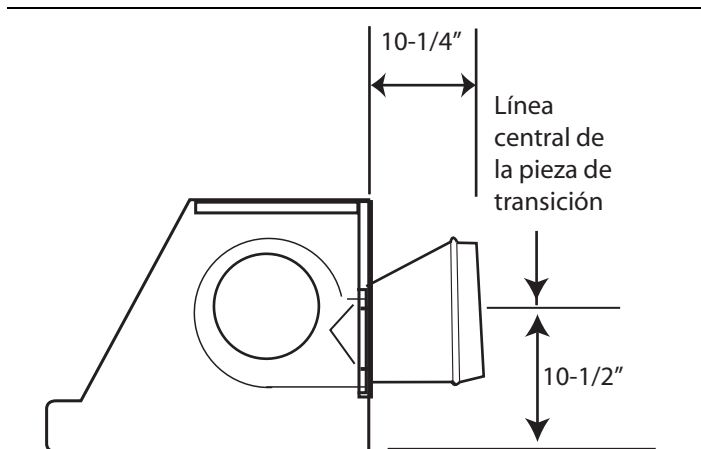

Figura 7: Línea central de la pieza de transición para la salida horizontal
12. Antes de colgar la campana, instale la pieza de transición (Figura 7). Fije la pieza de transición con dos de los tornillos para chapa proporcionados (#8 x 3/8) y cierre con cinta para conductos, conforme a todos los códigos vigentes.
La pieza de transición proporcionada con la campana asegura la conexión con el conducto estándar circular de 10". La Figura 7 muestra la pieza de transición instalada con la salida horizontal.